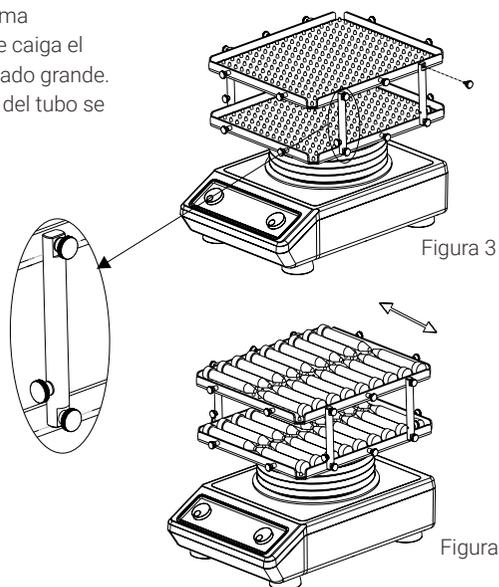

Figura 3
3. Apriete el tornillo para la tira de goma en las dos bandejas como se muestra en la figura 3.